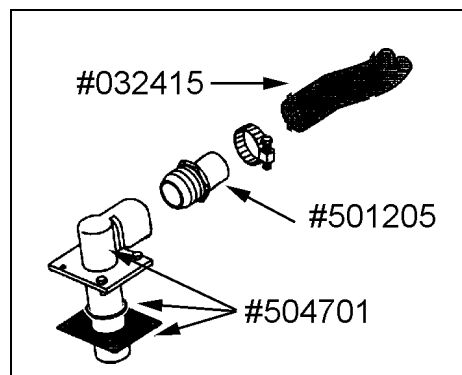

FIGURE 7 : RENIFLARD
16. Installer le nouveau reniflard sur le panneau des raccords (figure 7).
20. Installer le nouveau reniflard sur le panneau des raccords (figure 7).